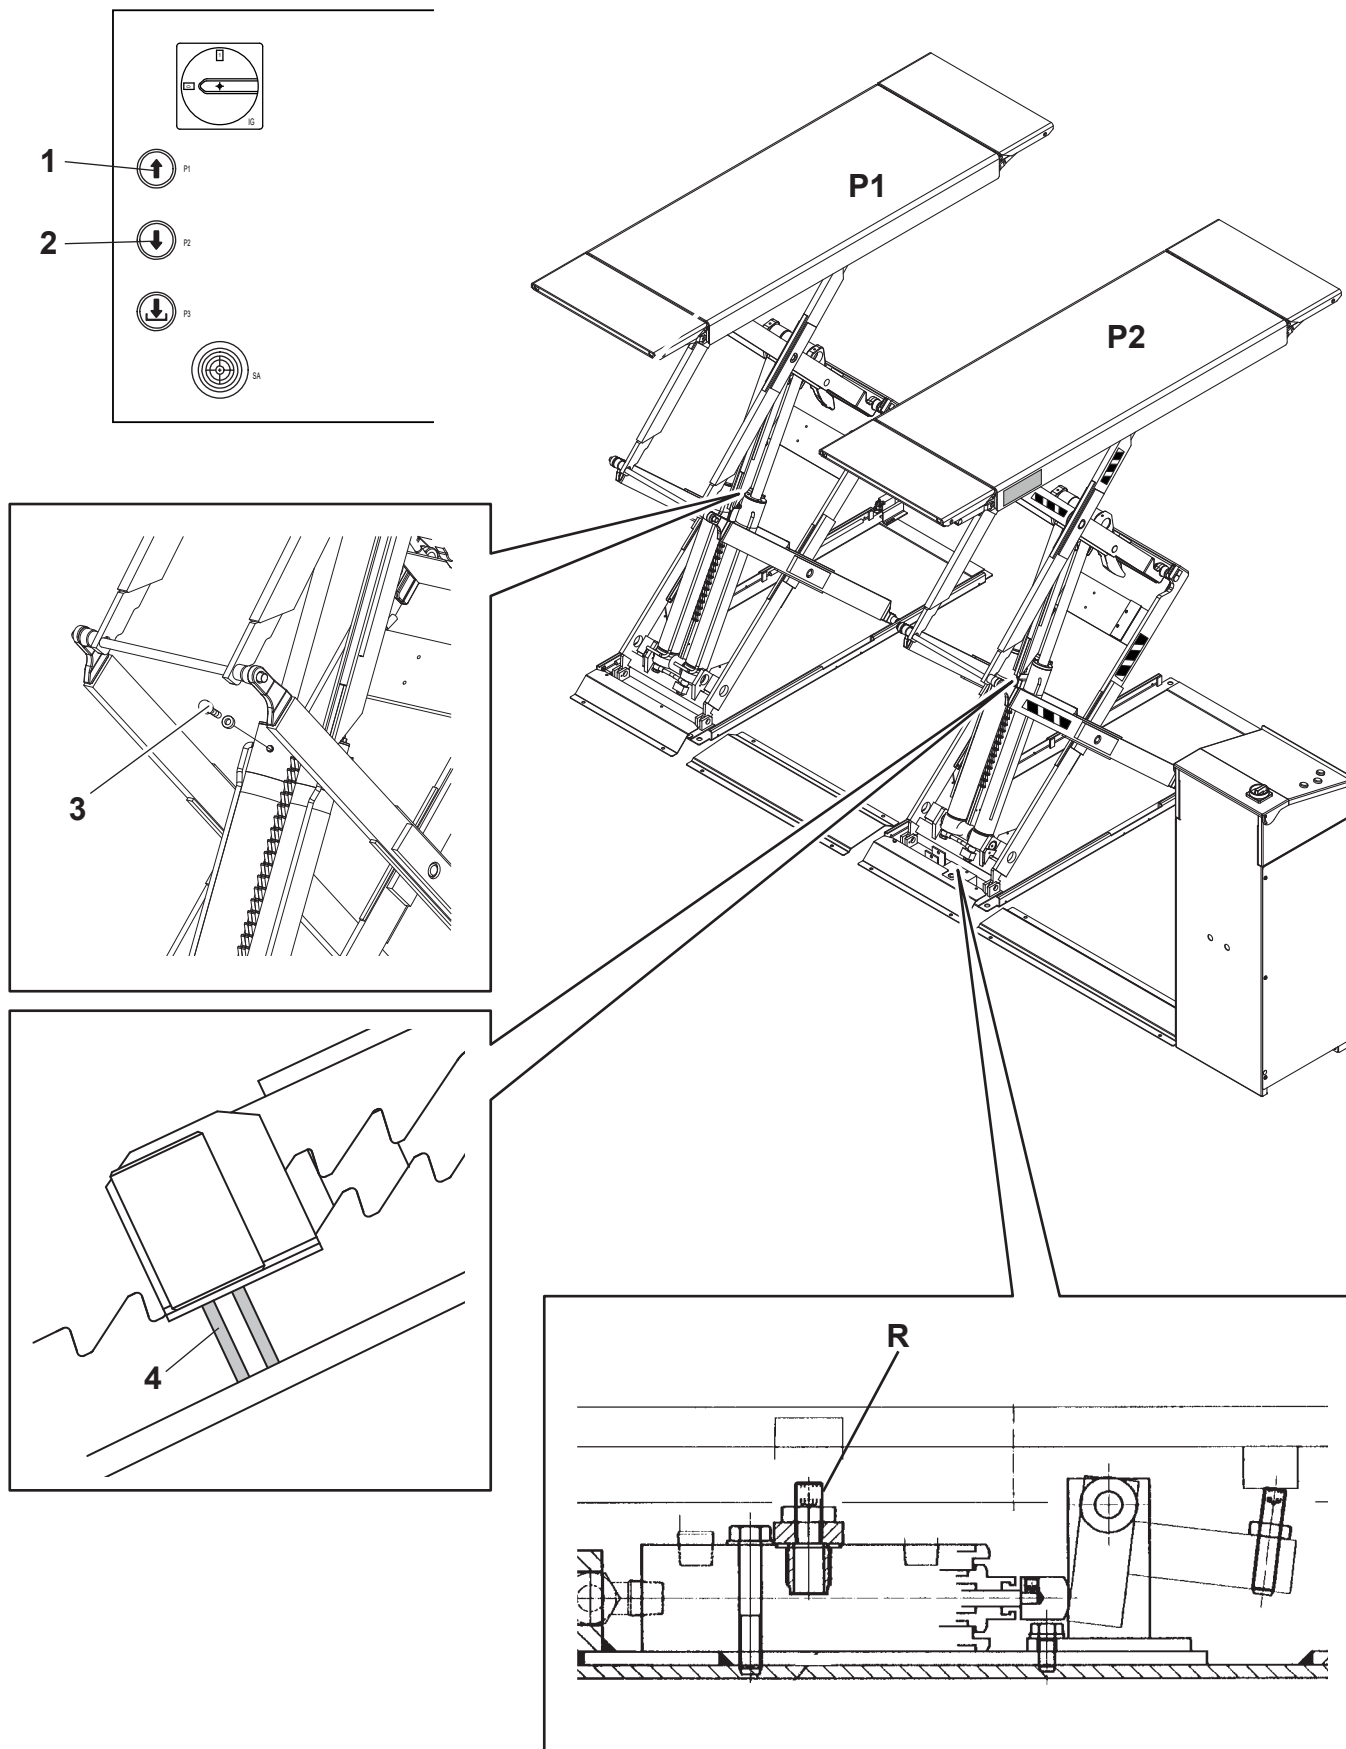

Fig. 18
Durante il collegamento dei tubi potrebbe entrare un po' di aria e quindi, per ristabilire il corretto funzionamento, operare come segue: con il rubinetto R chiuso, (vedi Fig.18), premere il pulsante di salita (1) fino a battuta meccanica pedana P1 (non importa la pedana P2).
with stopcock R closed (see Fig.18), press the up button (1) until platform P1 reaches the mechanical stop (the position of P2 is not important).
Während des Anschlusses der Leitungen könnte etwas Luft eintreten. Zur Abhilfe bzw. Wiederherstellung des einwandfreien Betriebs, wie folgt vorgehen: bei geschlossenem Hahn R (Abb. 18) die Hebesteuertaste drücken (1), bis es zum mechanischen Anschlag der Fahrschiene P1 kommt (die Fahrschiene P2 ist unwichtig). Zur Entlüftung die Schraube (3) des Zylinders P1 lösen (P2 könnte sich senken) und wieder anziehen. Die pneumatische Versorgung unterbrechen, damit die mechanische Arretierung des Zylinders P1 am letzten Zahn eingehakt bleibt (Zylinder ganz ausgefahren) und zur Zylinderleitung das Distanzstück (4) (Schlauch aus Rilsan D. 8x6, 30 mm lang) unter die Arretierung des Zylinders P2 einsetzen. Den Hahn R öffnen (2) und über die Senksteuertaste P2 bodeneben absenken und 3-4 Mal wieder bis auf 50-70 cm hochfahren.
Lors du raccordement des tuyaux, de l'air pourrait s'introduire dans le système, il faut donc opérer comme suit pour rétablir le bon fonctionnement: le robinet R (voir Fig.18) doit être fermé; actionner la montée (1) autant qu'il faut pour mettre le chemin de roulement P1 en sa position de butée mécanique (la position du chemin de roulement P2 n'est pas importante).
Durante la conexión de los tubos podría entrar un poco de aire y por este motivo, para restablecer el correcto funcionamiento es necesario proceder de la siguiente manera: con el grifo R cerrado, (ver Fig.18), presionar el pulsador de elevación (1) hasta el tope mecánico de la plataforma P1 (no interesa la plataforma P2). Destornillar el tornillo (3) del cilindro P1 para purgar el aire (puede comprobarse el descenso de P2) y luego volver atornillar. Quitar la alimentación neumática de manera que el retén mecánico del cilindro P1 se quede enganchado en el último diente (cilindro todo abierto) y colocar debajo del retén del cilindro P2 el distanciador (4) (tubo de rilsan de Ø 8x6 longitud 30 mm) de manera que el cilindro pueda deslizar. Abrir el grifo R y presionando el pulsador de descenso (2) bajar P2